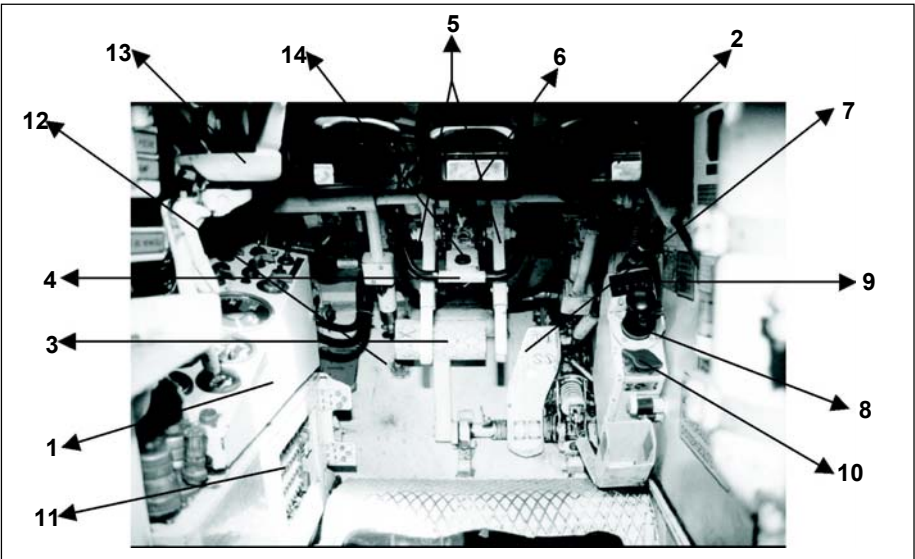

Fig 3-1. Compartimento do motorista
a. São componentes do compartimento do motorista: (Fig 3-1)